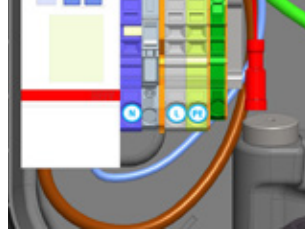
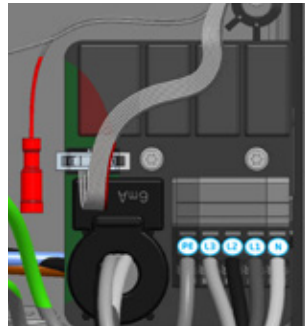

Abbildung 8a: Anschlussklemmen Stromversorgung und Control Pilot-Anschluss (CP) für Ladekabel (rot) bei S-line
Abbildung 8b: Anschlussklemmen Stromversorgung und Control Pilot-Anschluss (CP) für Ladekabel (rot) bei Pro-line
5. Befestigen Sie die Stromkabel an den Anschlussklemmen des Filterblocks (siehe auch Abbildung 8a und 8b).
10. Stellen Sie mit dem roten Anschlusskabel eine Verbindung mit dem Control Pilot-Anschluss (CP) her. Es befindet sich neben dem Anschlussterminal der Stromkabel. Siehe Abbildung 8a (S-line) und Abbildung 8b (Pro-line).